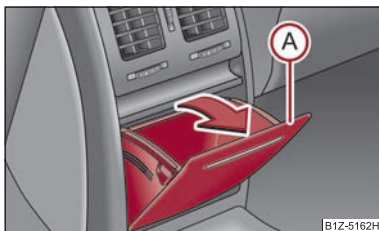

Abb. 99 Mittelkonsole hinten: Ablagefach
- Öffnen Sie das Ablagefach durch Ziehen an der oberen Kante des Ablagefaches (A) in Pfeilrichtung → Abb. 99.